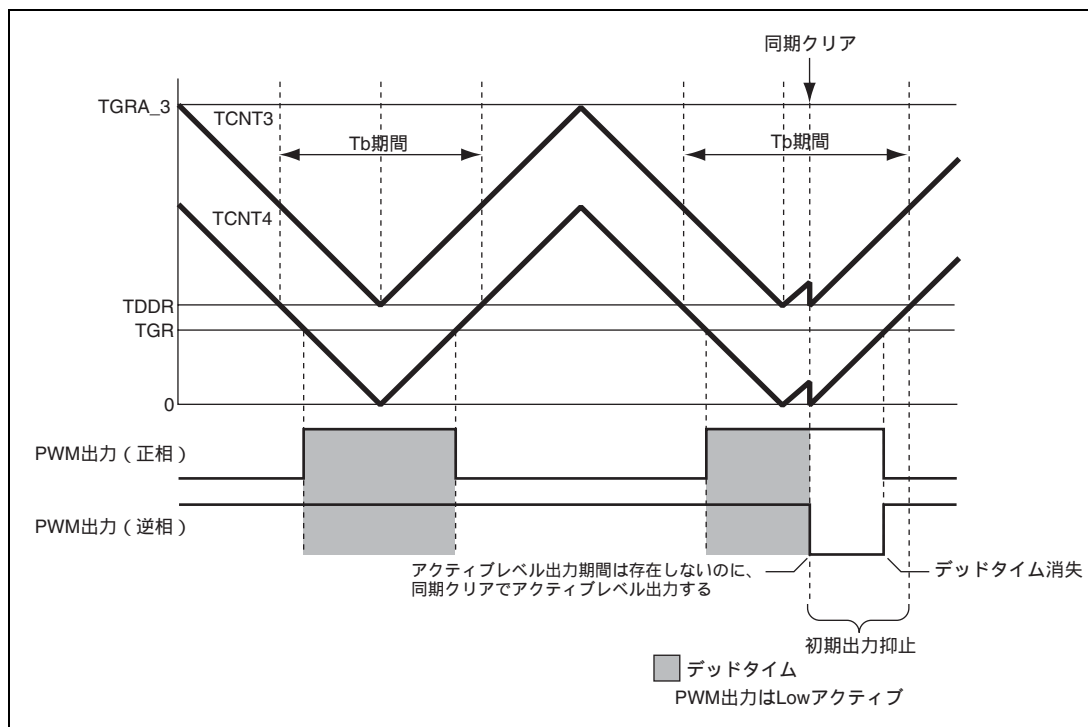

図 12.114 条件 (2) の同期クリア例
条件 (2) 初期出力の抑止期間 、にて、TGRB_3 TDDR、TGRA_4 TDDR、TGRB_4 TDDR のいずれかが成立する状態で、同期クリアする (図 12.114)。